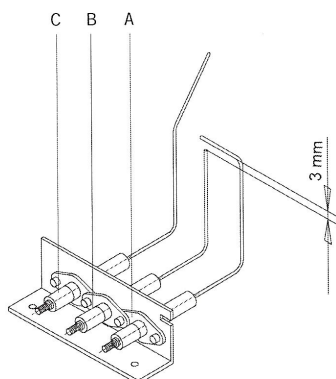

Fig. 5 A - Electrode d'allumage (+)
- Contrôler l'écartement entre l'électrode d'allumage et d'ionisation (voir fig. 5), modifier si nécessaire.
Grâce au relais électronique de la flamme, une étincelle est formée entre les bornes + et - de l'électrode (voir fig. 5 - page 16). L'écart entre les deux électrodes doit être de 3 mm.